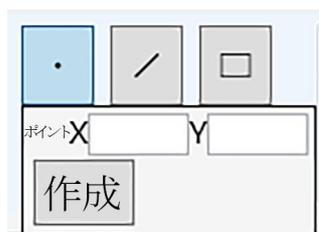

図 4.3.1c 座標作成ポイント
②図 4.3.1c に示すように、マウスを右クリックして座標入力ウィンドウを開き、X座標とY座標の値を入力して「作成」をクリックすると、対応する位置にポイントが作成されます。